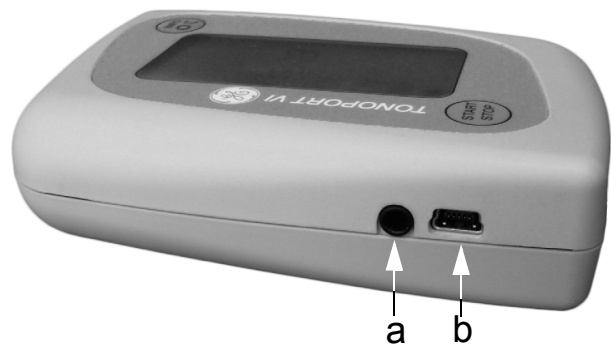

Bild 5-1 Anschlüsse für Verbindungsleitung zum PC
- Bei Verwendung der USB-Schnittstelle (b, Bild 5-1) mit der Verbindungsleitung 2001589-040
- Bei Verwendung der seriellen Schnittstelle (a, Bild 5-1) mit der Verbindungsleitung 2001589-011
*Bei der Verwendung der USB-Schnittstelle (b, Bild 5-1) muss – wie nachfolgend beschrieben – der USB-Treiber installiert und die Schnittstelle geprüft werden.*